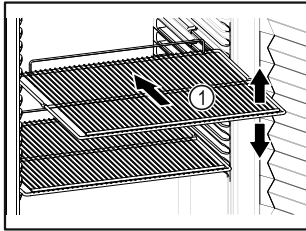

Fig. 62 例图
- 如果存放格栅 Fig. 62 (1)可移动，则根据高度进行调整。